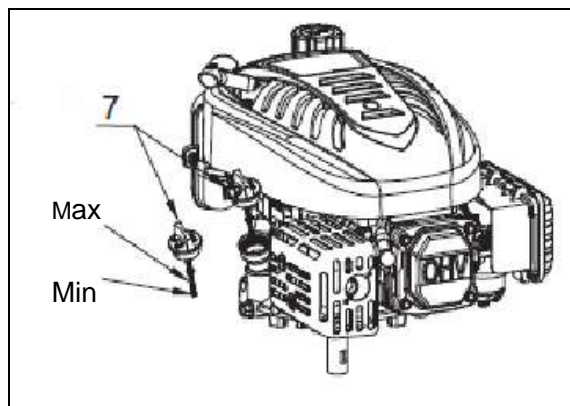

Fig. 7
2. Retire la tapa de llenado de aceite / varilla medidora (7) y límpiela.
3. Inserte el tapón de llenado de aceite / varilla medidora (7) en el cuello de llenado de aceite como se muestra, pero no lo atornille, luego retírelo para verificar el nivel de aceite.
4. Si el nivel de aceite está cerca o debajo de la marca de límite inferior en la varilla medidora, retire la tapa de llenado de aceite / varilla medidora (7) y llene con el aceite recomendado hasta la marca de límite superior (borde inferior del orificio de llenado de aceite). No llene demasiado.
5. Vuelva a instalar el tapón de llenado de aceite / varilla medidora (7). (Vea Fig. 7)